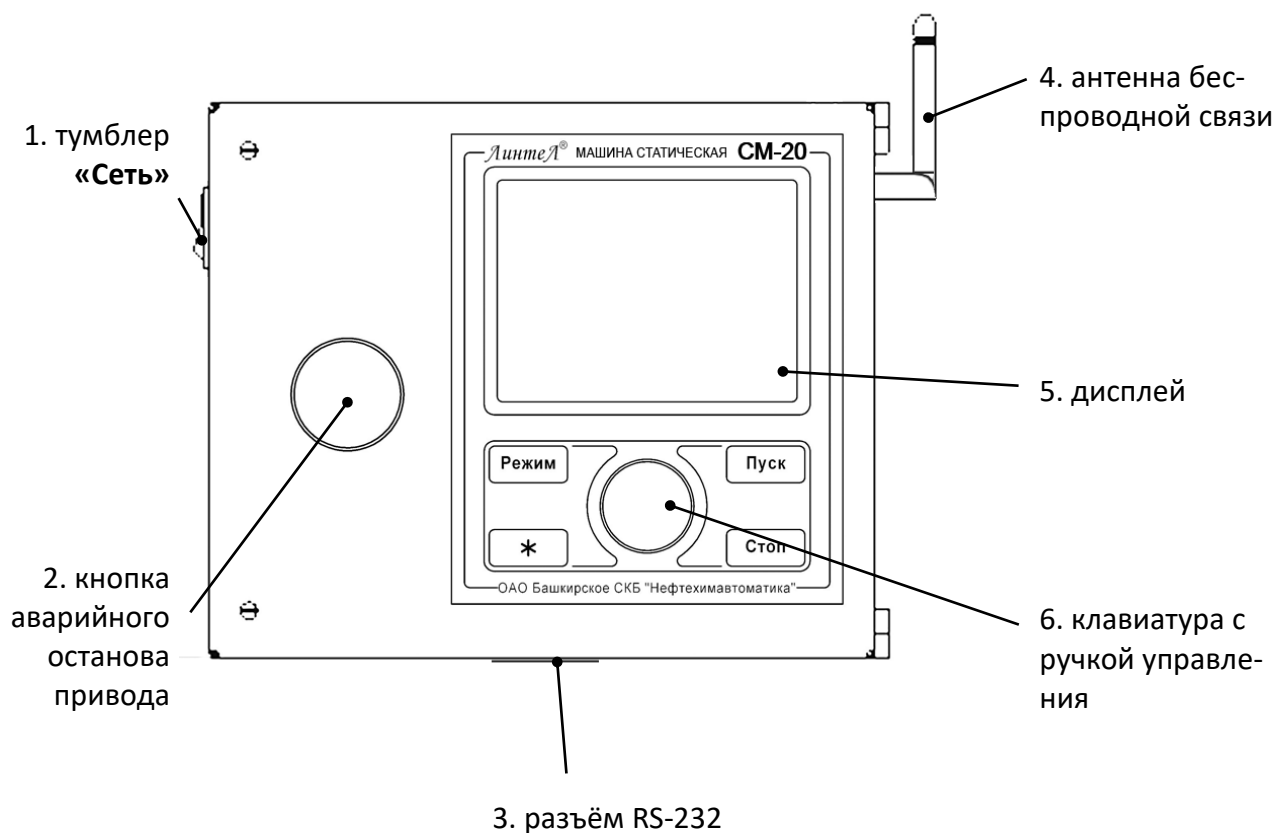

Рисунок 3 – Блок управления
2.4.2.3 На блоке управления расположены органы управления машиной и интерфейсные разъёмы (см. рисунок 3).
- 9) Режим работы – непрерывный. После окончания работы машина выключается тумблером «Сеть» на левой стенке блока управления (см. рисунок 3, страница 5).